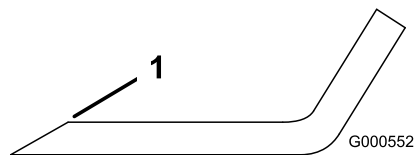
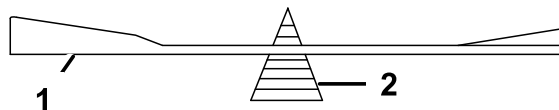

Figure 50
Figure 51
1. Au moyen d'une lime, aiguissez les tranchants aux deux extrémités de la lame (Figure 50). Veillez à conserver l'angle de coupe d'origine. Limez la même quantité de métal sur chacun des deux tranchants pour ne pas déséquilibrer la lame.
2. Vérifiez l'équilibre de la lame en la plaçant sur un équilibreur (Figure 51). Si la lame reste horizontale, elle est équilibrée et peut être utilisée. Si la lame est déséquilibrée, limez un peu l'extrémité de l'ailette seulement (Figure 50). Répétez cette procédure jusqu'à ce que la lame soit équilibrée.